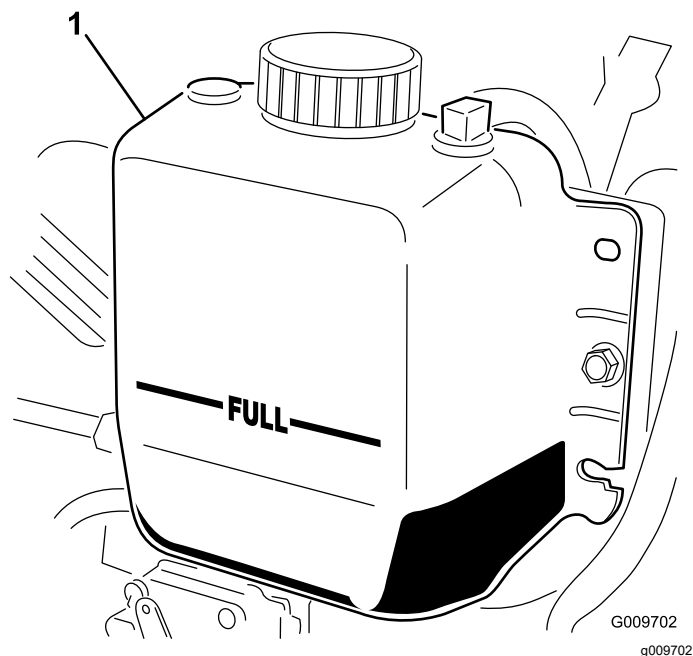

Bild 84
3. Prüfen Sie den Kühlmittelstand im Kühler. Der Kühler sollte bis zur Oberseite des Füllstutzens und das Ausdehnungsgefäß bis zur VOLL-Markierung gefüllt sein (Bild 84).